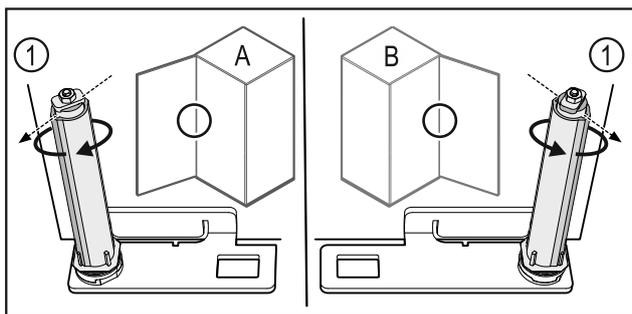

Fig. 60 左门挡(A) / 右门挡(B)
- ▶ 克服阻力转动关门系统，直至关门系统 Fig. 60 (1)的连接片朝外。